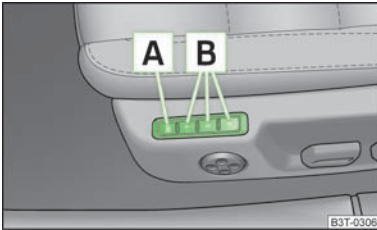

Abb. 56
Der Memory für den Fahrersitz bietet die Möglichkeit, die individuelle Fahrersitz- und Außenspiegelposition zu speichern. Jeder der drei Speichertasten **B** » Abb. 56 kann eine Einstellposition zugeordnet werden, d. h. insgesamt drei.
- › Die Taste **SET** **A** » Abb. 56 drücken.
- › **Memory-Tippautomatik:** Kurz die gewünschte Speichertaste **B** » Abb. 56 drücken. Der Sitz und die Außenspiegel werden automatisch in die abgespeicherten Positionen gefahren (das gilt nur, wenn die Zündung eingeschaltet und die Geschwindigkeit kleiner als 5 km/h ist).